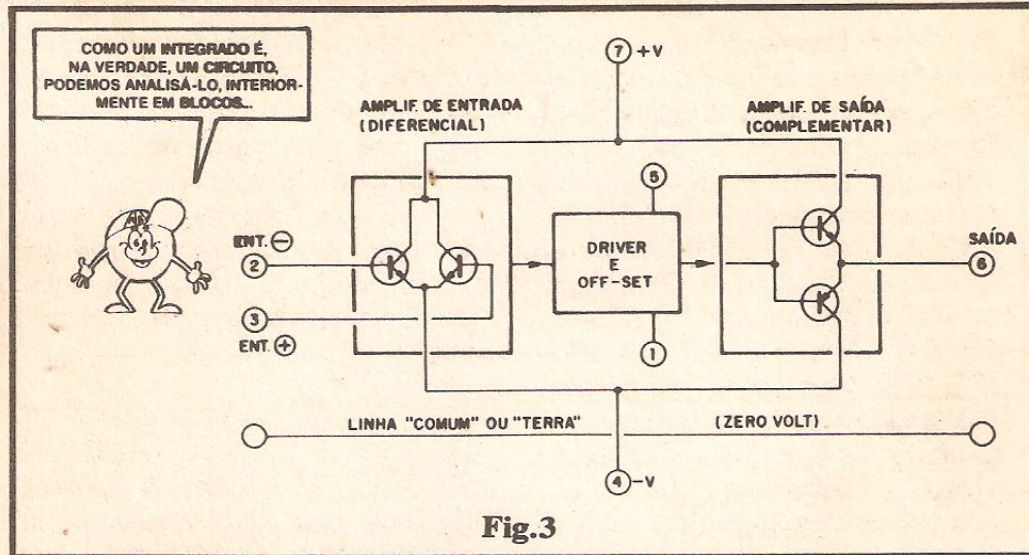

Fig.3
- FIG. 3 - OS BLOCOS INTERNOS DE UM 741 - Basicamente, todo Amplificador Operacional (como o 741...) é formado internamente por um bloco de entrada, na forma de um amplificador diferencial, dotado de duas entradas, uma inversora e uma não inversora, seguindo-se um bloco para controle da compensação ou off-set (através do qual podemos, externamente, "forçar" um "zera-mento" na saída - detalhes mais adiante...) e driver (excitação), finalmente tudo "desembocando" num amplificador de saída, do tipo complementar (permitindo a excursão do sinal na saída, "para cima" ou "para baixo" de um "zero" nominal ou referencial...). Notem os Leitores/"Alunos", que tanto na figura anterior (2) quanto na presente, toda a identificação numérica dos pinos está lá, indicada dentro dos pequenos círculos... Na fig. 3, contudo, vemos uma linha denominada "comum", "terra" ou "zero volt", em cujas extremidades estão também pequenos círculos, sem a indicação numérica de "a qual pino" se referem... A explicação é simples: essa "linha de terra" corresponde ao "comum" da alimentação externamente aplicada, fazendo parte, portanto, do arranjo circuitual onde o Amp.Op. vá ser aplicado, conforme explicaremos logo adiante... Normalmente o 741 (e todos os Amp.Ops.) são energizados por fontes "divididas" (split, em inglês...), constando de uma linha positiva (+V), uma negativa (-V) e uma linha de "terra", também chamada de "comum", ou de "zero volt"... Essa especial configuração das linhas de alimentação permitem - como já foi dito - que tanto o nível quanto a própria polaridade do sinal obtido
do as Entradas sob rigorosamente idênticas Tensões... Para nos ajudar na **COMPENSAÇÃO** ou no chamado controle de **OFF-SET** (anulação da "Tensão de Erro"), estão lá, no 741, os pinos 1 e 5... Basta intercalarmos um **trim-pot** (ou potenciômetro) de 10K entre tais terminais, levando o cursor do componente ajustável à linha do **negativo** da alimentação. Girando lentamente o tal resistor variável (em algumas aplicações super-rigorosas podemos até aplicar um **trim-pot** tipo "multi-voltas"...), compensamos as polarizações internas do bloco **driver** do 741 (ver fig. 3) e levamos a Tensão de Saída **realmente** a "zero" (o que poderá ser indicado pelo "centramento" do ponteiro, num voltímetro de zero central, conforme sugere o diagrama...), estando ambas as Entradas devidamente "aterradas"...